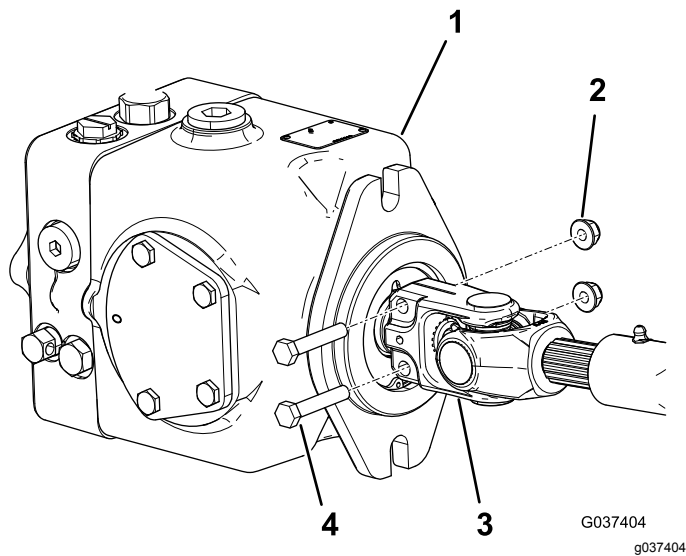

Figura 2
4. Retire las 2 tuercas con arandela prensada y los 2 pernos que sujetan el extremo pequeño del árbol de transmisión existente a la bomba hidráulica (Figura 2).
13. Instale provisionalmente los pernos y las tuercas con arandela prensada existentes en los orificios del extremo pequeño del árbol de transmisión (**Figura 2**).
14. Instale el extremo pequeño del árbol de transmisión en el eje de la bomba hidráulica y apriete las tuercas con arandela prensada para terminar la instalación (**Figura 2**).